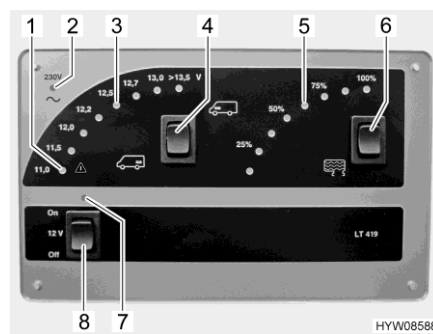

Fig. 55 Pannello di controllo (LT 419)
I diodi luminosi dell'indicatore Volt (Fig. 55,3) indicano la tensione della batteria.
- Premere in alto l'interruttore a bilico (Fig. 55,4) "  ": Viene indicata la tensione della batteria di avviamento.
- Premere in basso l'interruttore a bilico (Fig. 55,4) "  ": Viene indicata la tensione della batteria dell'abitacolo.
Rispettivamente due diodi luminosi dell'indicatore del serbatoio (Fig. 55,5) mostrano il livello di riempimento.
- Premere in basso l'interruttore a bilico (Fig. 55,6) : Viene indicato il livello del serbatoio delle acque grigie.
La spia luminosa rossa ALARM (Fig. 55,1) inizia a lampeggiare non appena la tensione della batteria dell'abitacolo scende al di sotto di 11 V (misurazione durante il normale esercizio) con conseguente rischio che la batteria si scarichi troppo.
L'interruttore principale a 12 V (Fig. 55,8) inserisce o disinserisce il pannello di controllo e l'alimentazione a 12 V dell'abitacolo.
- Premere in alto l'interruttore a bilico (Fig. 55,8) "On": L'alimentazione a 12 V dell'abitacolo è inserita. La spia di controllo (Fig. 55,7) diventa verde.
- Premere in basso l'interruttore a bilico (Fig. 55,8) "Off": L'alimentazione a 12 V dell'abitacolo è disinserita. La spia di controllo (Fig. 55,7) si spegne.
La spia di controllo a 12 V (Fig. 55,7) si accende non appena l'interruttore principale a 12 V (Fig. 55,8) viene inserito.
La spia gialla di controllo a 230 V (Fig. 55,2) si accende quando all'ingresso della centralina elettrica è presente una tensione di rete.